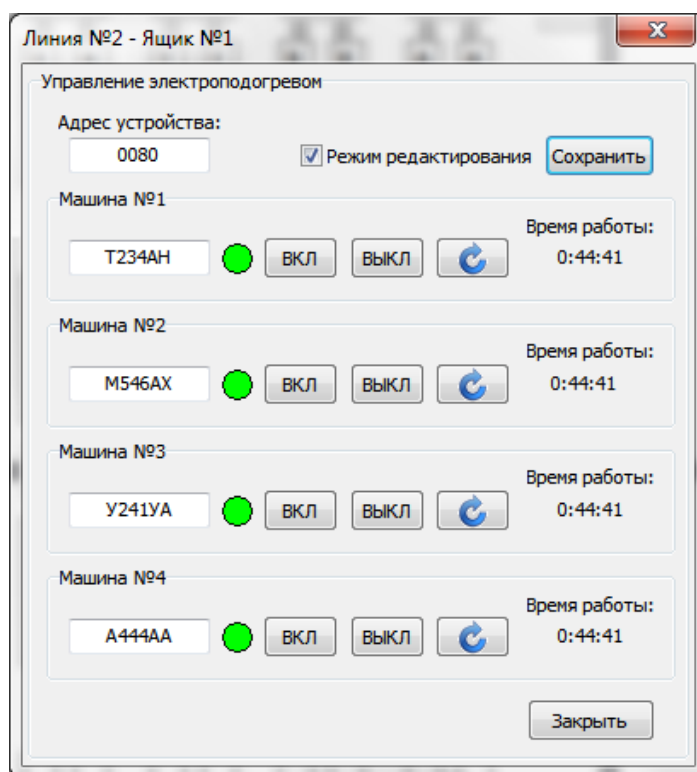

Рис. 4. Окно управления электроподогревом
2. Во втором случае необходимо нажать на кнопку, соответствующую выбранному ящику. Откроется окно управления электроподогревом (рис. 4)